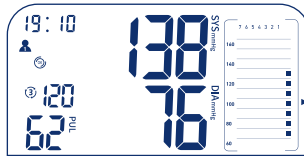

Bild 8
- Am Ende der Messung wird das Messergebnis im Display angezeigt. Im rechten Teil des Displays erscheint ein Balkendiagramm, das die Ergebnisse der einzelnen Messungen zeigt. Die aktuelle Messung wird in der rechten Spalte angezeigt. (Bild 8).